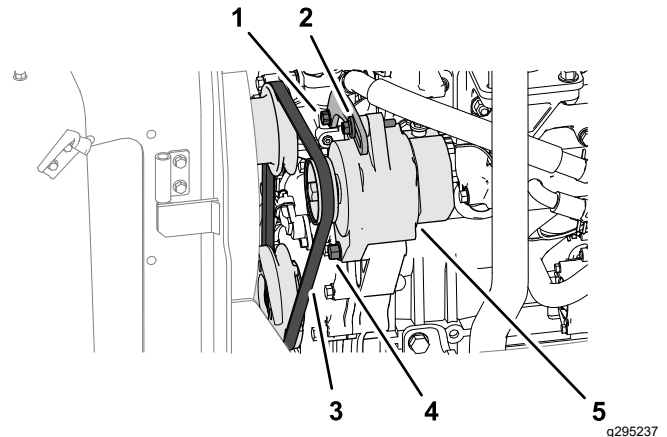

Figure 69
1. Exercez une force de 10 kgf sur la courroie d'alternateur (Figure 69) à mi-chemin entre les poulies.
- Si la courroie présente une flèche de moins de 10 mm, desserrez le boulon de pivot de l'alternateur et le boulon de tension (Figure 69), et réduisez la tension de la courroie.
- Si la courroie présente une flèche de plus de 10 mm, desserrez le boulon de pivot de l'alternateur et le boulon de tension (Figure 69), et augmentez la tension de la courroie.
**Remarque:** Au besoin, desserrez le boulon du support de tension (Figure 69).
3. Serrez les boulons (Figure 69).